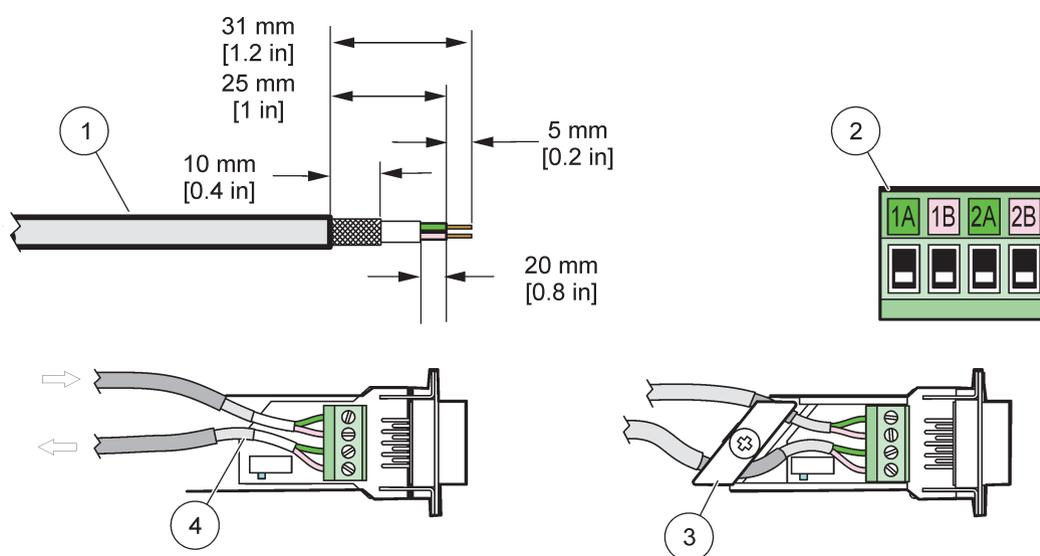

Figura 29 Rimozione dell'isolamento dal cavo di comunicazione
1. Staccare l'isolamento dal cavo di comunicazione (Figura 29).